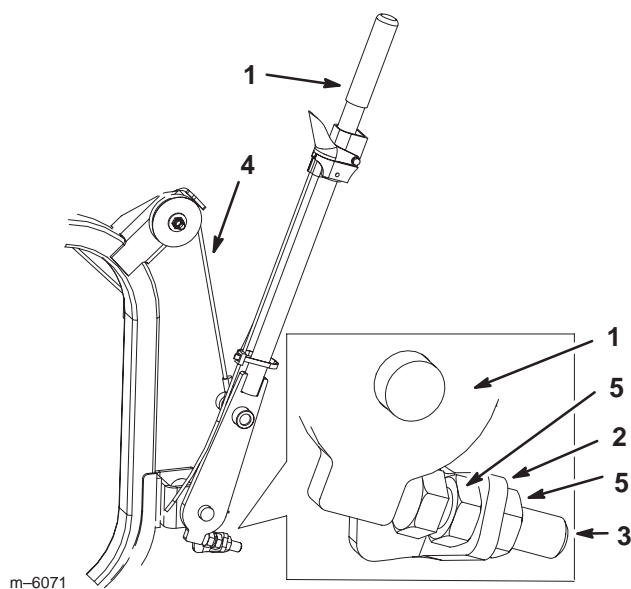

Figure 26
1. Desserrez les écrous de chaque côté de la patte de butée (Fig. 26).
2. Réglez le boulon de butée jusqu'à ce qu'il **n'y ait plus** de mou dans le câble du dispositif de ramassage (Fig. 26).
3. Serrez les écrous de chaque côté de la patte de butée (Fig. 26).